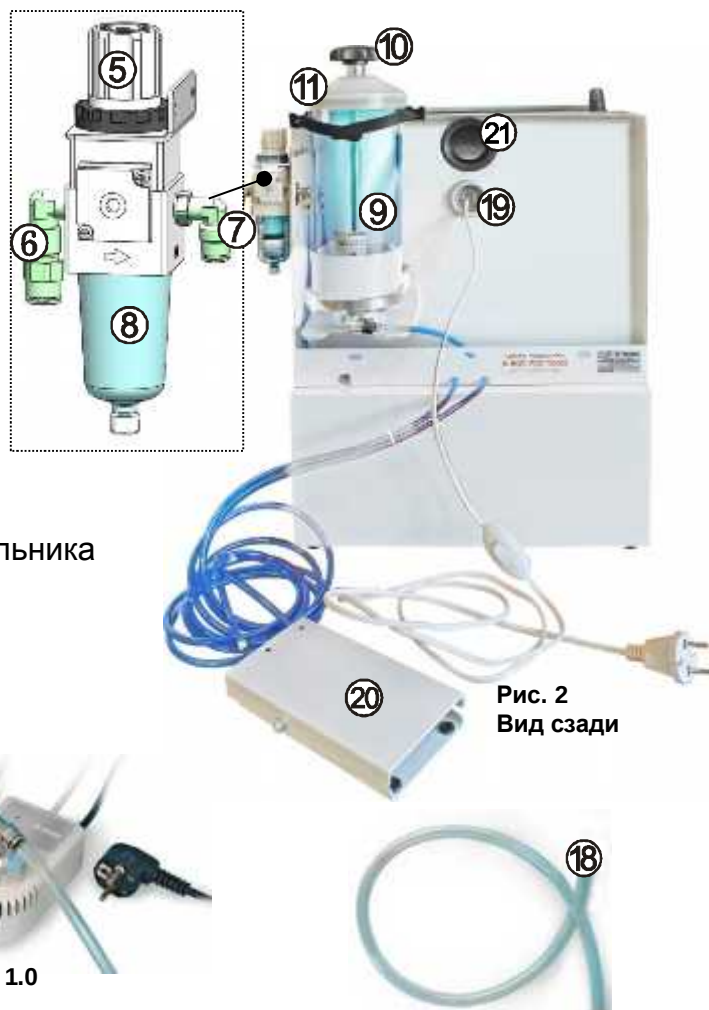

Рис. 2
**5.10** Подключить трубку **(18)** одним концом к штуцеру **(6, рис.2)**, другим - к внешнему источнику воздуха (быстроразъемный штуцер), (см. **Меры безопасности**, Приложение «**Эксплуатация быстроразъемного соединения**»).